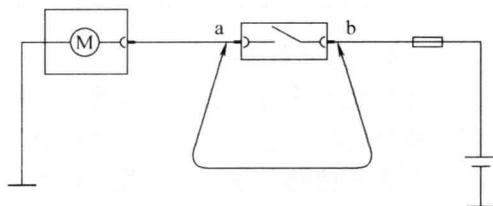

图 1-6 用跨接线查找断路位置
(4) 用跨接线查找断路位置 当怀疑某条线路断路时，可将跨接线的一根引线接入线的一端，另一根引线连接到另一端，如图 1-6 中的开关故障。用跨接线将开关的 ab 两端短接，若电动机工作，即可断定开关断路。